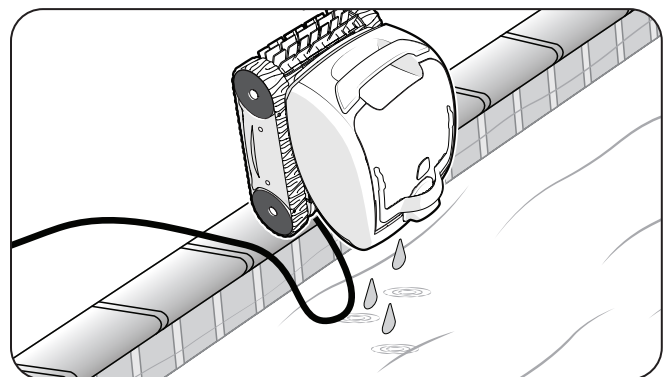

Figure 16. Le maintenir à la verticale pour vider l'eau
2. Tenir le robot nettoyeur à la verticale pour l'égoutter (Figure 16).